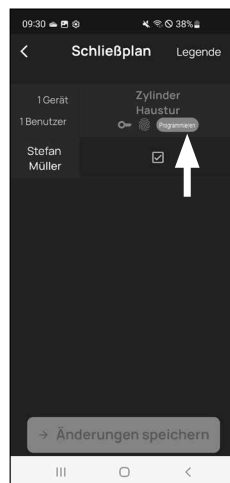

Fig. 4
- Se sono state apportate modifiche nel piano di chiusura, la finestra del rispettivo cilindro sarà visualizzata in rosso e integrata dal pulsante "Programmieren" (Programmazione). L'app comunica che le impostazioni non sono ancora state trasmesse al cilindro. A tal fine, selezionare nel rispettivo cilindro il pulsante rosso "Programmieren" (Programmazione) (Fig. 4).